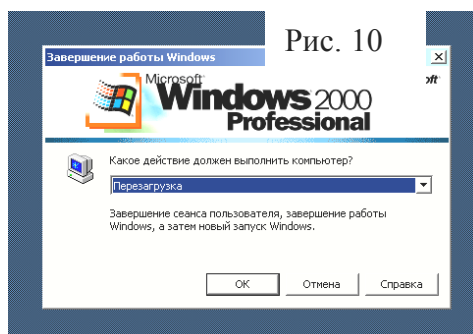

Рис. 10
- 8) Выполнить «ПУСК / ЗАВЕРШЕНИЕ РАБОТЫ / ПЕРЕЗАГРУЗИТЬ КОМПЬЮТЕР» (рис. 10)